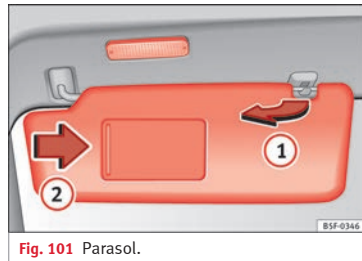

Fig. 101 Parasol.
- El parasol puede extraerse de la fijación y girarse hacia la puerta » » » **fig. 101** **(1)**.